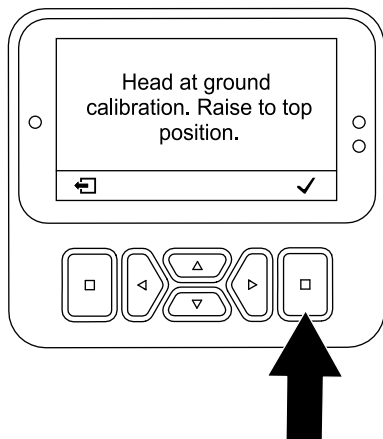

Figura 108
- Se os dentes começarem a penetrar no solo – prima o botão de seleção (Figura 108) e execute a aplicação TEACH GROUND HEIGHT; consulte a secção Executar a aplicação Teach Ground Height (página 39).